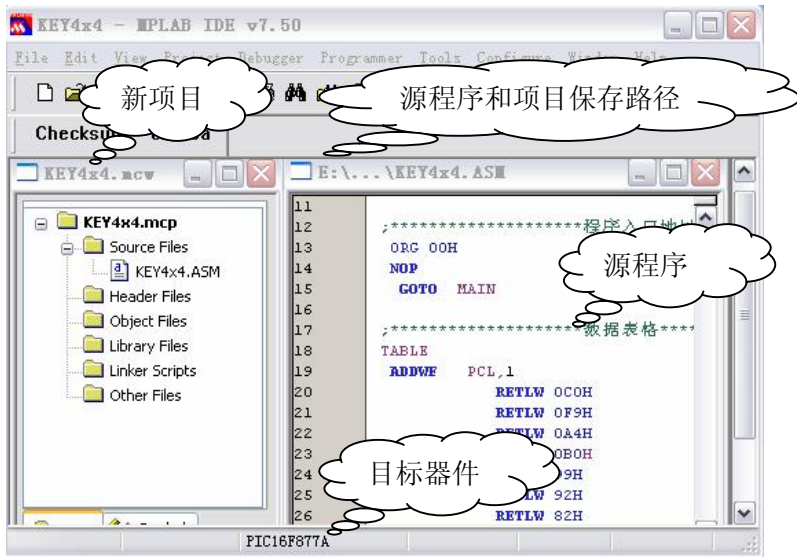

图 5-1 编辑源程序和建立工程后的 MPLAB 界面
- 2) 按照 2.2.1 介绍的方法，建立新的工程文件，并且做如下设置：第二步中选择 PIC16F877A 做为目标器件；第三步中选择“Microchip MPASM Toosuite”做为编译工具；第四步中以“KEY4x4”做为新项目名（后缀名可省略），项目保存路径与源程序相同。编辑好源程序和建立工程后，MPLAB 界面图 5-1 所示。